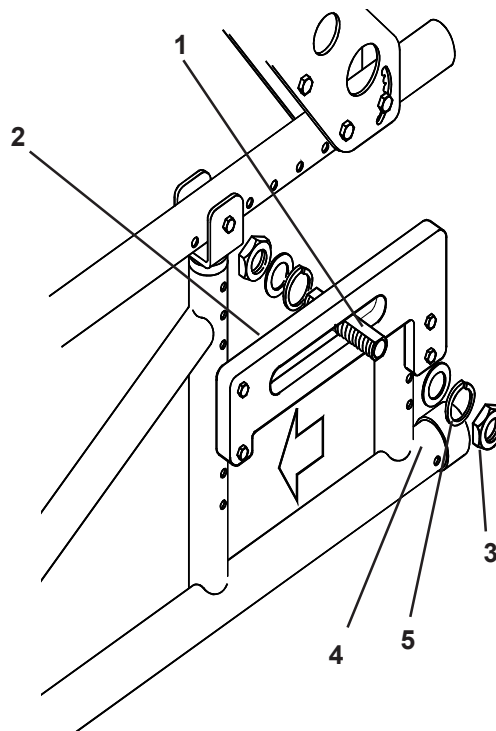

Fig. 38
El centro de gravedad (Fig. 38) se ajusta moviendo el manguito del eje (1) hacia atrás o hacia adelante en la pletina del eje (2). Para mover el manguito del eje, afloje la tuerca externa de sujeción A/F de 28mm (3) lo suficiente para que el ensamblaje del manguito del eje pueda deslizarse por la pletina del eje, seleccione la posición que desee y apriete las tuercas de sujeción a una torsión de 81 Nm.